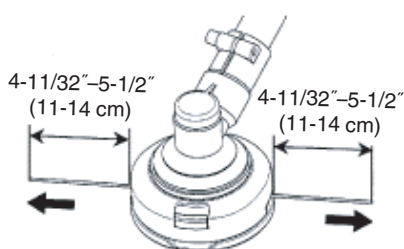

Fig. 34
- (7) La longitud inicial de la línea de corte deberá ser de 4-11/32"-5-1/2" (11-14 cm) aproximadamente e igual a ambos lados. (Fig. 34)